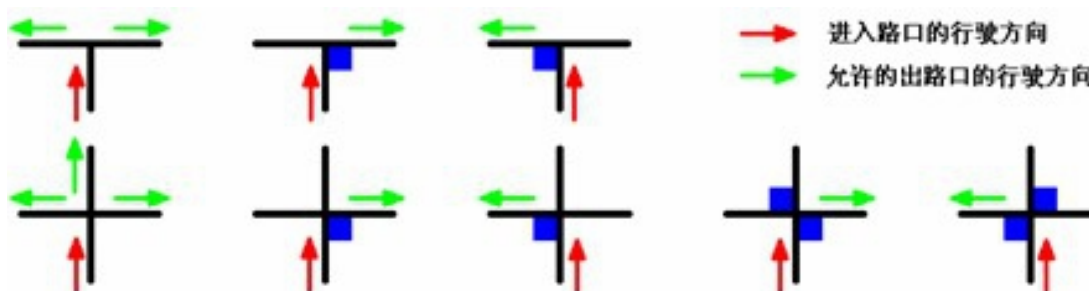

图 2 转弯标志及允许的出口口行驶方向
3.2.4 在黑色引导线的十字或丁字交叉处，可能会出现 50mm×50mm 的深蓝色转弯标志。机器人在遇到转弯标志时的正确动作方式如图 2 所示。